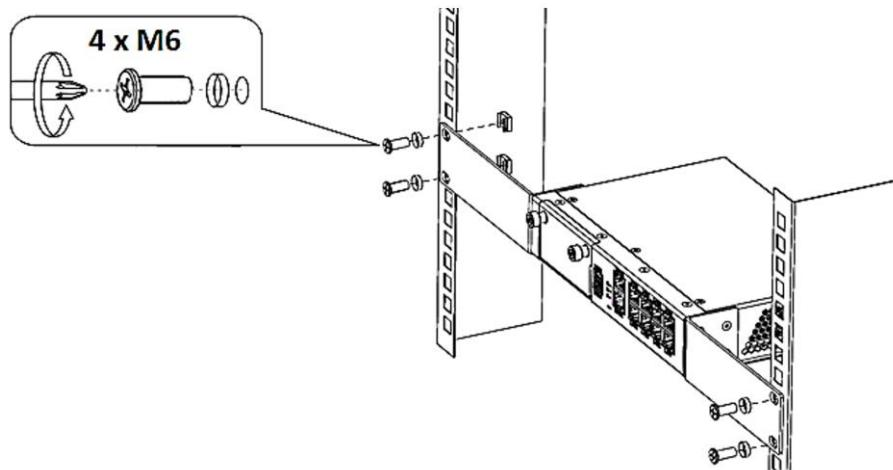
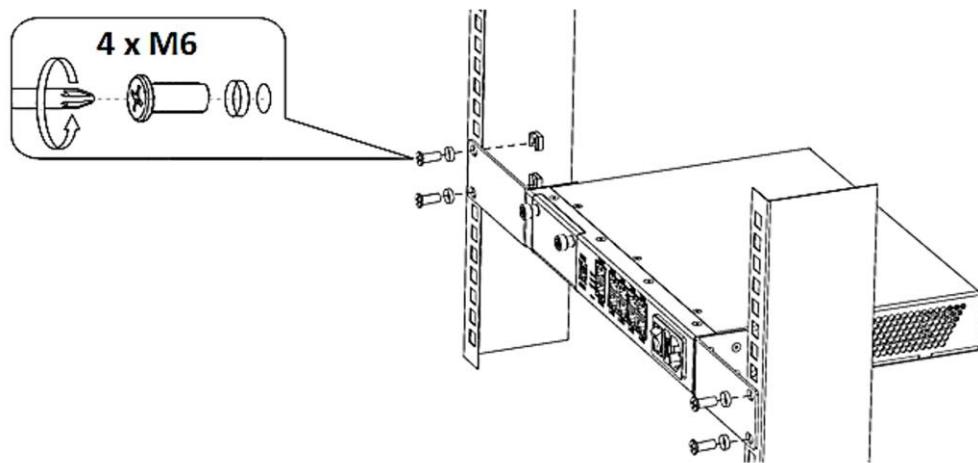

Рисунок 34 – Установка изделий в стойку с использованием комплекта КРПГ.465961.004
Рисунок 35 – Установка изделий в стойку с использованием комплекта КРПГ.465961.006
- с помощью отвертки прикрепите маршрутизатор к стойке винтами (Рисунок 34, Рисунок 35).